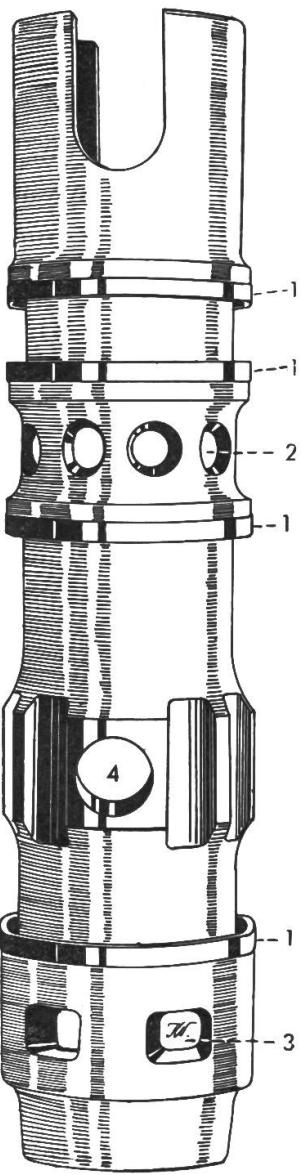

Fig. 81
Fig. 81: Nasse Büchse eines Junkers-Gegenkolbenmotors. Die spezielle Bauweise dieses Motors lässt die Büchse zu einem sehr interessanten Bestandteil des Motors werden. Die Dichtungsflächen (1) sind hinterdreht, so dass sie etwas federn können. 2 = Spülschlitz. 3 = Auspuffschlitze. 4 = Bohrung für die Treibstoffdüse.